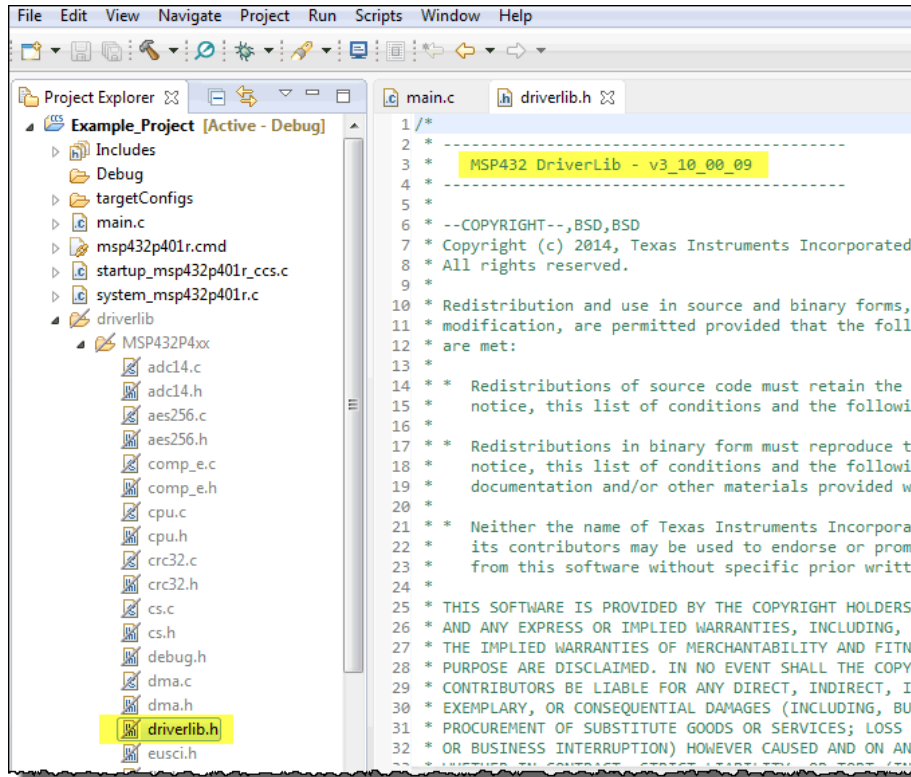

图 1. driverlib.h 中的版本注释
1. 查看 driverlib.h 文件注释部分的版本号（请参见图 1）。